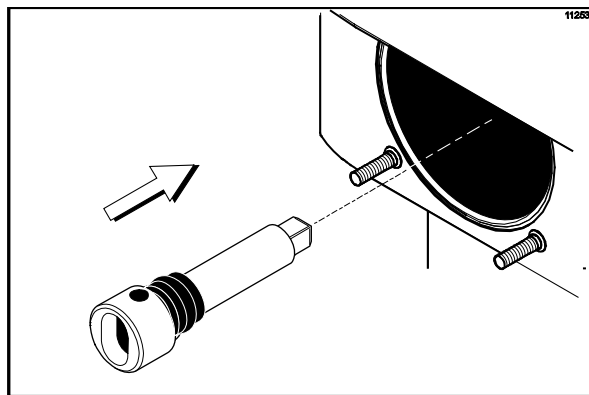

Figure 112
2. Placer l'arbre d'entraînement du batteur pour shake dans le carter du palier arrière du cylindre de réfrigération et pousser fermement le bout carré dans l'accouplement de l'arbre d'entraînement. S'assurer que l'arbre d'entraînement pénètre bien dans l'accouplement d'entraînement sans contrainte (Cf. Figure 112).